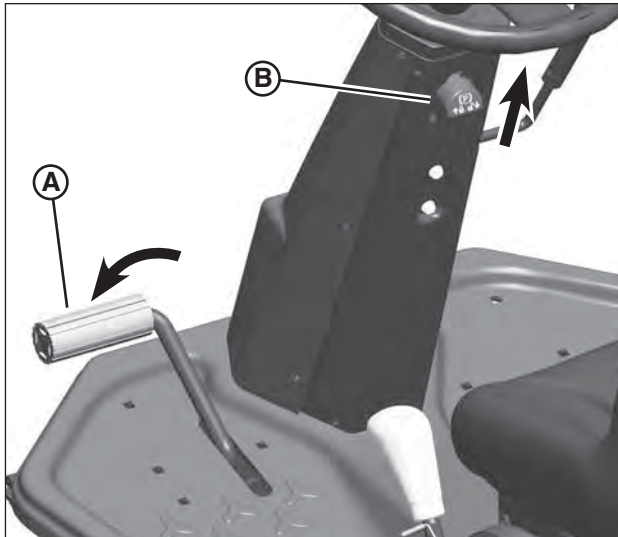

Figure 16: Serrage du frein de stationnement
1. Enfoncer complètement la pédale d'embrayage/frein (A, Figure 16).
2. Faire glisser le frein de stationnement (B) vers le haut et le maintenir dans cette position tout en relâchant la pédale d'embrayage/frein. Le frein de stationnement est maintenant serré.